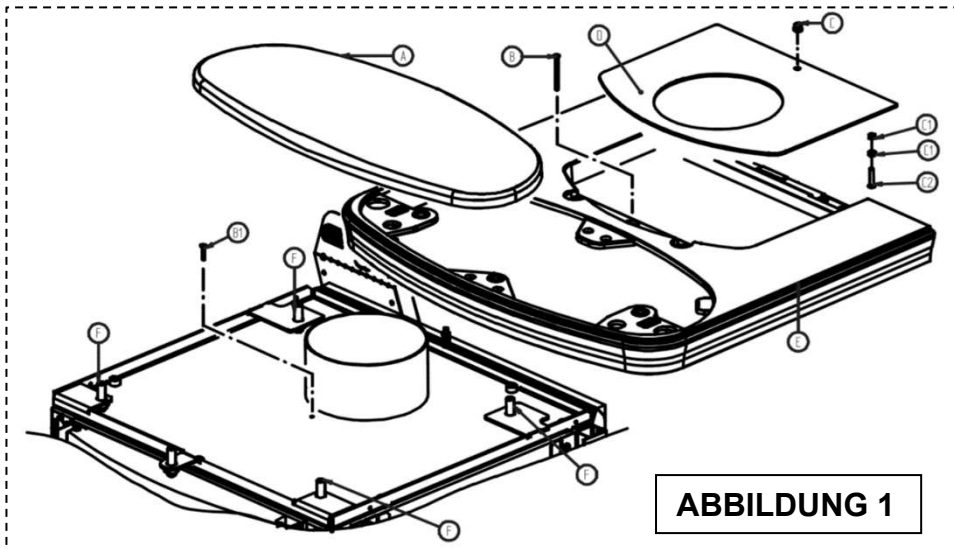

ABBILDUNG 1
- 2) Die Abdeckung **D** mit Hilfe der Schrauben **C-C1-C2** (Abbildung 1) entfernen.
- 3) Die Schraube **B** ausdrehen und die gusseiserne Abdeckung **E** (Abbildung 1) entfernen, in dem Verankerungsloch die Schraube **B** durch die Schraube **B1** ersetzen, die dem Lieferumfang beiliegt.
- 9) Nun die gusseiserne Abdeckung **E** auflegen und mit den Schrauben **F** nach oben oder unten versetzen (Abbildung 1).